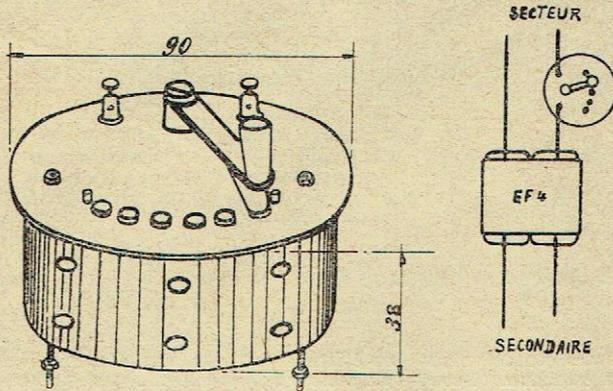

Fig. 6.
**Rhéostat primaire ordinaire** (fig. 6). — Résistance 300 ohms. Intensité 0,5 ampère. Convient principalement pour le réglage des lampes d'un poste alimenté en 4 volts alternatif.